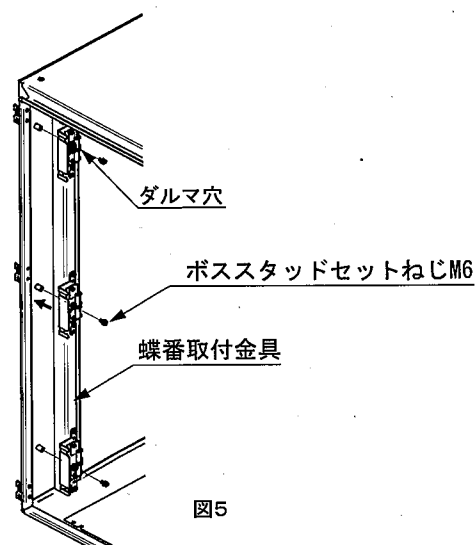

図5
5. キャビネット左側面の手前に付いているボススタッドセットねじ(M6)(FUX-□7WT-F: 上下2カ所/FUX-□10WT-F: 上中下3カ所)を取外し、蝶番取付金具を取付けてください。(図5)